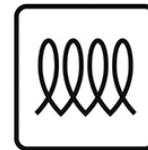

Figure 32: Símbolo de la inducción
- **Acero inoxidable:** conductor lento del calor que proporciona resultados de cocción irregulares. Es duradero, fácil de limpiar y resiste las manchas. Algunos tipos de acero inoxidable no funcionarán en una cubierta de cocción por inducción. Use la prueba del imán (vea la "Figure 32: Magnet test") para verificar el utensilio de acero inoxidable.